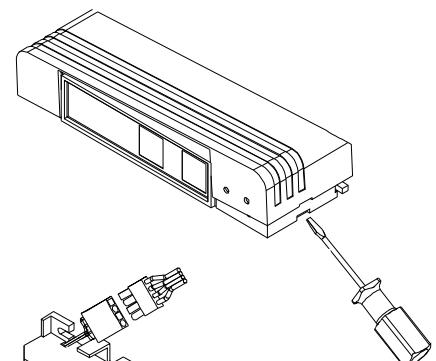

Abb. 1
- 1: Entfernen Sie den Kunststoffdeckel, indem Sie mit einem Schraubenzieher Druck ausüben und stellen ihn nach außen hoch (siehe Abb. 1)